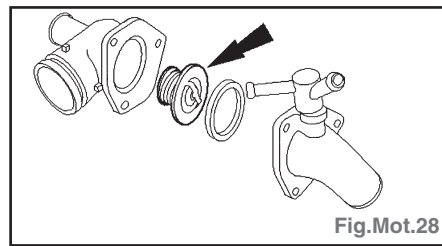

Fig.Mot.28
- Déposer le thermostat du boîtier de thermostat (Fig.Mot.28).